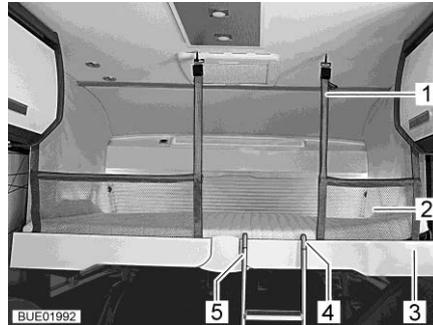

Fig. 121 Cama elevada con red de seguridad tendida
Si hay una red de seguridad (Fig. 121,2), esta se encuentra junto con los cinturones de retención en la cama elevada, debajo del colchón. Apenas extender la red de seguridad cuando las personas ya se encuentren en la cama elevada.
- Enganchar los cinturones de retención (Fig. 121,1) en los ganchos del techo.
- Enganchar la escalera de peldaños (Fig. 121,5) con las dos horquillas (Fig. 121,4) en el agarradero (Fig. 121,3) de la cama elevada.